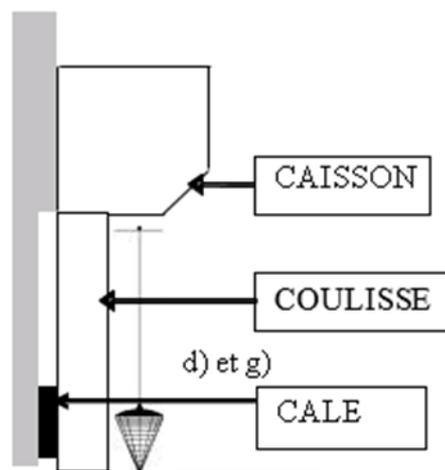

Figure 2
- Vérifier l'aplomb frontal de la coulisse de droite (Figure 2) et la caler si besoin
- Vérifier l'aplomb frontal de la coulisse de gauche (Figure 2) et le repérer par traçage, caler si besoin